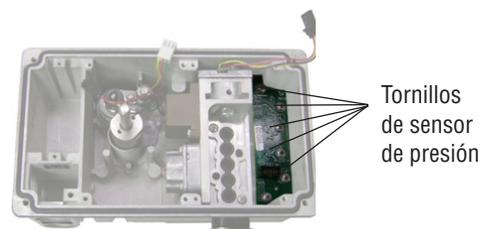

Figura 53: Tablero de sensores de presión
2. Desatornille los 6 tornillos que retienen la posición de la tarjeta del sensor de presión. Consulte la Figura 53.